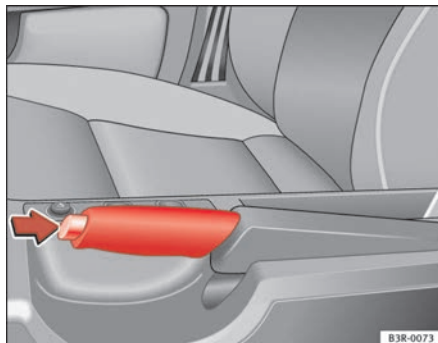

Fig. 149 Pormenor da consola central: Travão de mão puxado
- Puxe ligeiramente a alavanca do travão de mão e prima ao mesmo tempo o botão de bloqueio ⇒ **fig. 149** -seta-.